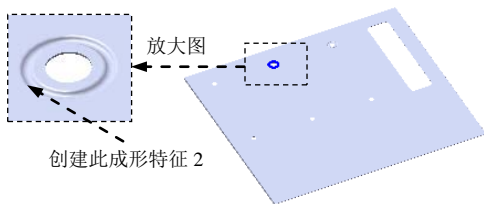

图 17.10.68 创建成形特征 2
Step14. 创建图 17.10.68 所示的成形特征 2，详细操作过程参见 Step12。